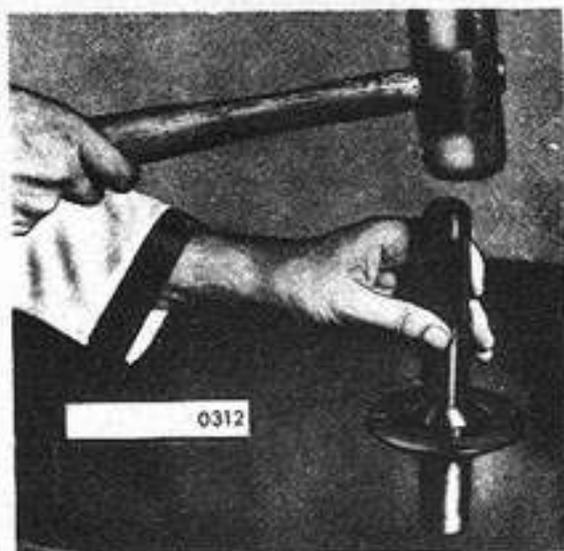

Fig. 25 - Instalación del tope en el retenedor del cojinete del eje principal
9. Colocar el tope en el retenedor del cojinete del eje principal usando la herramienta N° 0312 (Fig. 25).